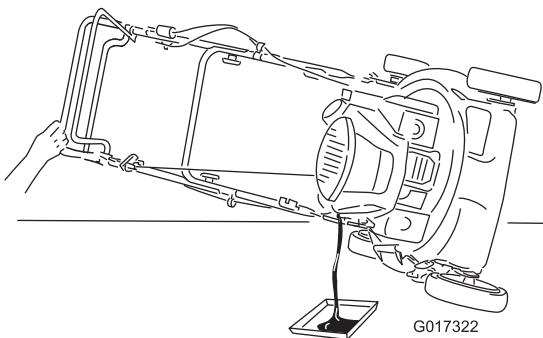

Figure 20
2. Inclinez la machine sur le côté (filtre à air en haut), puis retirez la jauge pour vidanger l'huile usagée par le goulet de remplissage (Figure 20).